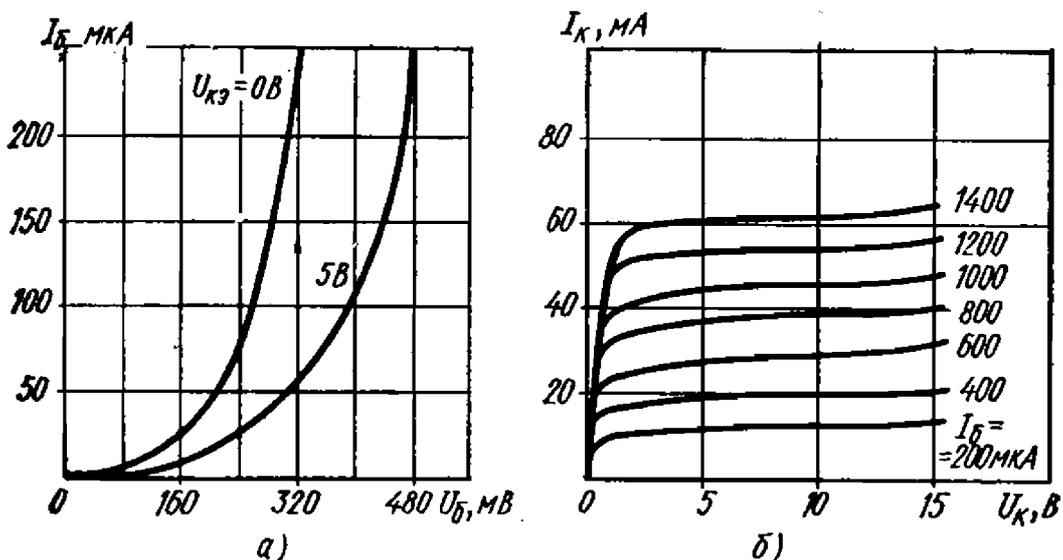
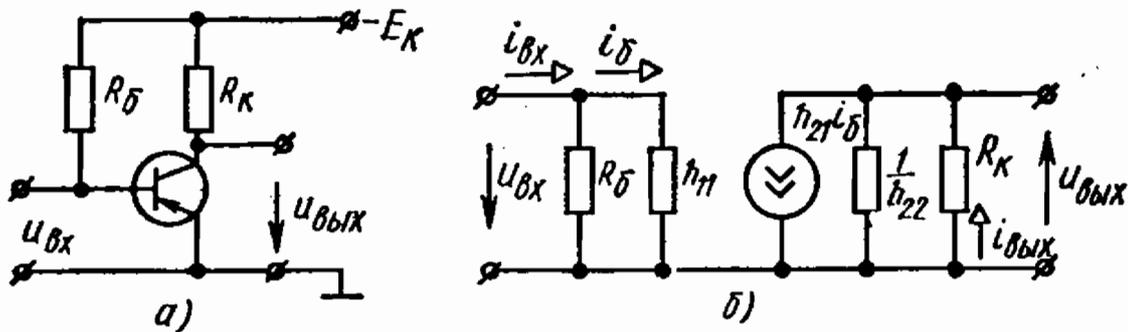

Рис. 13.6
Рис. 13.11
13.6. По входным (рис. 13.6, а) и выходным (рис. 13.6, б) характеристикам транзистора П416, включенного по схеме с общим эмиттером, определить h -параметры для $U_K = 5$ В и $I_B = 200$ мкА. Ответ. $h_{11} = 500$ Ом; $h_{12} = 30 \cdot 10^{-3}$; $h_{21} = 40$; $h_{22} = 3 \cdot 10^{-4}$ См.
13.11. На рис. 13.11, а приведена схема усилительного каскада с общим эмиттером на транзисторе ГТ322А. Рассчитать сопротивление резистора R_6 , при котором рабочая точка в режиме покоя усилителя будет находиться на середине линейных участков входной и выходной характеристик, если $E_k = 10$ В и $R_k = 1$ кОм. Определить коэффициенты усиления: по напряжению K_U , току K_I , мощ-
При $h_{12} = 0$ используем упрощенную схему замещения усилительного каскада (рис. 13.11, б), по которой можно легко рассчитать значения $R_{вх}$, $R_{вых}$, K_U , K_I , K_P :
13.12. В усилительном каскаде с общим эмиттером на транзисторе П416 коллекторный резистор имеет сопротивление $R_K = 2500 \text{ Ом}$, а э. д. с. $E_K = 15 \text{ В}$ (рис. 13.11). Определить сопротивление резистора R_6 для обеспечения режима работы А усилительного каскада. Найти K_U , K_I , K_P , $R_{вх}$, $R_{вых}$, воспользовавшись значениями h -параметров транзистора П416, найденными в задаче 13.6, и выходными характеристиками, приведенными на рис. 13.6, построив по ним переходную характеристику.